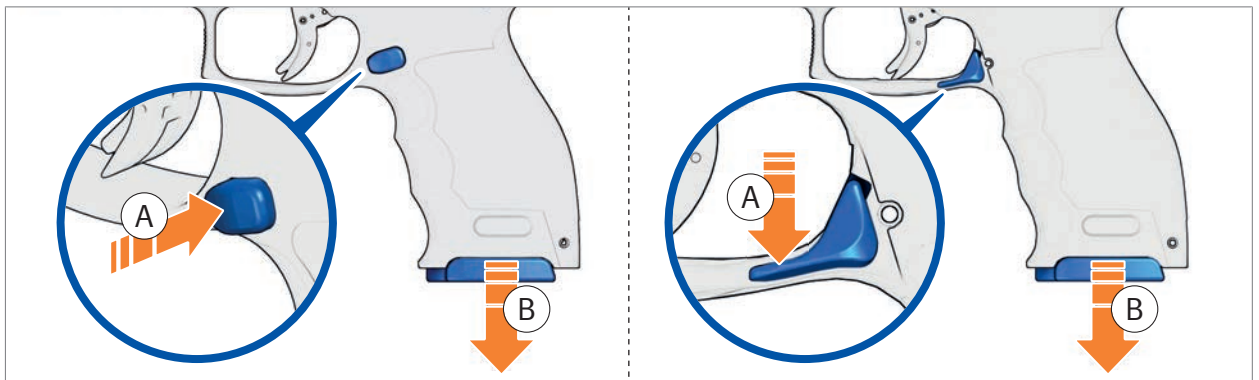

Abb. 56: Magazin entnehmen
2. Magazinhalter drücken (Abb. 56).
3. Magazin entnehmen (Abb. 56).